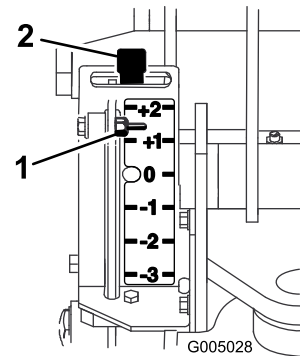
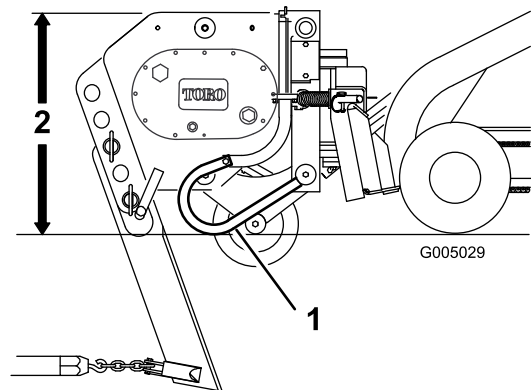

图 7
图 8
5. 完全向后倾斜安装板使犁的顶部与地面平行图 8。
量规位于犁面向主机的左侧。杆组件从量规延伸到地面图 8。升起犁时量规上的指示器向下移动。量规上的标记显示了比您的犁地最大深度少或多几英寸图 7。量规读数为 +2 到 -3。量规上的 +2 表示在裸露表面以下 5.0cm 量规上的 -3 表示在裸露表面以上 7.6cm。量规上的 0 表示未对刀片深度进行偏移。